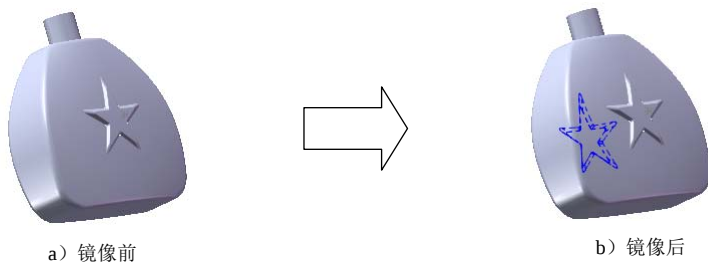

图 3.30.24 镜像 1
Step21. 创建图 3.30.24 所示的零件特征——镜像 1。选择下拉菜单 **插入(I)** → **阵列/镜像(E)** → **镜向(M)** 命令（或单击  按钮）；选取上视基准面为镜像基准面；选取圆角 4、圆角 5、拉伸 2 和放样 2 作为镜像 1 的对象；单击对话框中的  按钮，完成镜像 1 的创建。